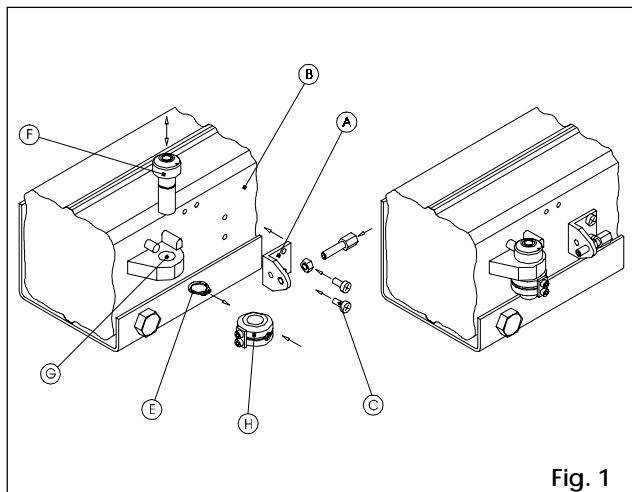

Fig. 1
- 2) Fissare la squadretta **A** al morduttore **B** tramite le viti **C**, come in Fig. 1.
- 3) Togliere il seeger **E** ed estrarre il perno **F**. Reinserire il perno **F** nel foro **G** del motoriduttore e calzare il disco **H**, come in Fig.1.
- 2) Mount bracket **A** on gear motor **B** using screws **C** as shown in Fig. 1.
- 3) Take off circlip **E** and remove pin **F**. Fit pin **F** back in the gear motor hole **G** and mount disc **H** on the pin as shown in Fig.1.
- 2) Fixer la patte-équerre **A** au motoréducteur **B** au moyen des vis **C**, comme indiqué en Fig.1.
- 3) Déposer le circlip **E** et dégager le pivot **F**. Remettre en place le pivot **F** dans le trou **G** du motoréducteur et monter le disque **H**, comme indiqué en Fig.1.
- 2) Fijar la escuadra **A** al motorreductor **B** mediante los tornillos **C** (Fig. 1).
- 3) Quitar el anillo de retención **E** y el perno **F**. Volver a colocar el perno **F** en el orificio **G** del motorreductor y calzar el disco **H** (Fig. 1).
- 2) Winkel **A** gemäß Abb. 1 mit den Schrauben **B** am Antrieb **C** festdrehen.
- 3) Seeger-Ring **E** abnehmen und Zapfen **F** herausziehen. Zapfen **F** in Antriebsbohrung **G** einsetzen und Scheibe **H** gemäß Abb. 1 aufstreifen.